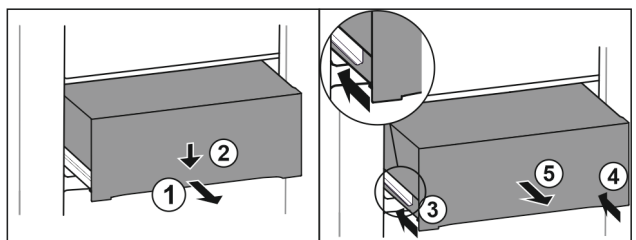

Fig. 82
- ▶ Extrageți pe jumătate sertarul. Fig. 82 (1)
- ▶ Apăsăți în jos sertarul pe partea frontală. Fig. 82 (2)
- ▶ Inșerați șina stângă aproximativ 2 cm. Fig. 82 (3)
- ▶ Inșerați șina dreaptă aproximativ 2 cm. Fig. 82 (4)
- ▶ Extrageți sertarul spre înainte. Fig. 82 (5)